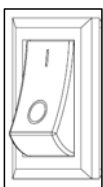

Figura 8
A. Configuración predeterminada: el interruptor del sensor de movimiento estará en la posición "O" de forma predeterminada. Esto controlará el luminario en el que se encuentra el módulo y todos los luminarios conectados en serie a él. Ver Figura 8.
B. Configuración alternativa: cuando el interruptor del sensor de movimiento está en la posición "I", el sensor de movimiento solo controlará el luminario en el que está el módulo, y NO los luminarios conectados en serie a él. Ver Figura 8.
b. Configuración alternativa: el sensor de movimiento controlará los luminarios en serie que se hayan conectado en cadena. Tenga en cuenta que cuando el interruptor está en la dirección "O", el sensor de movimiento no está en la configuración predeterminada. Ver Figura 8.